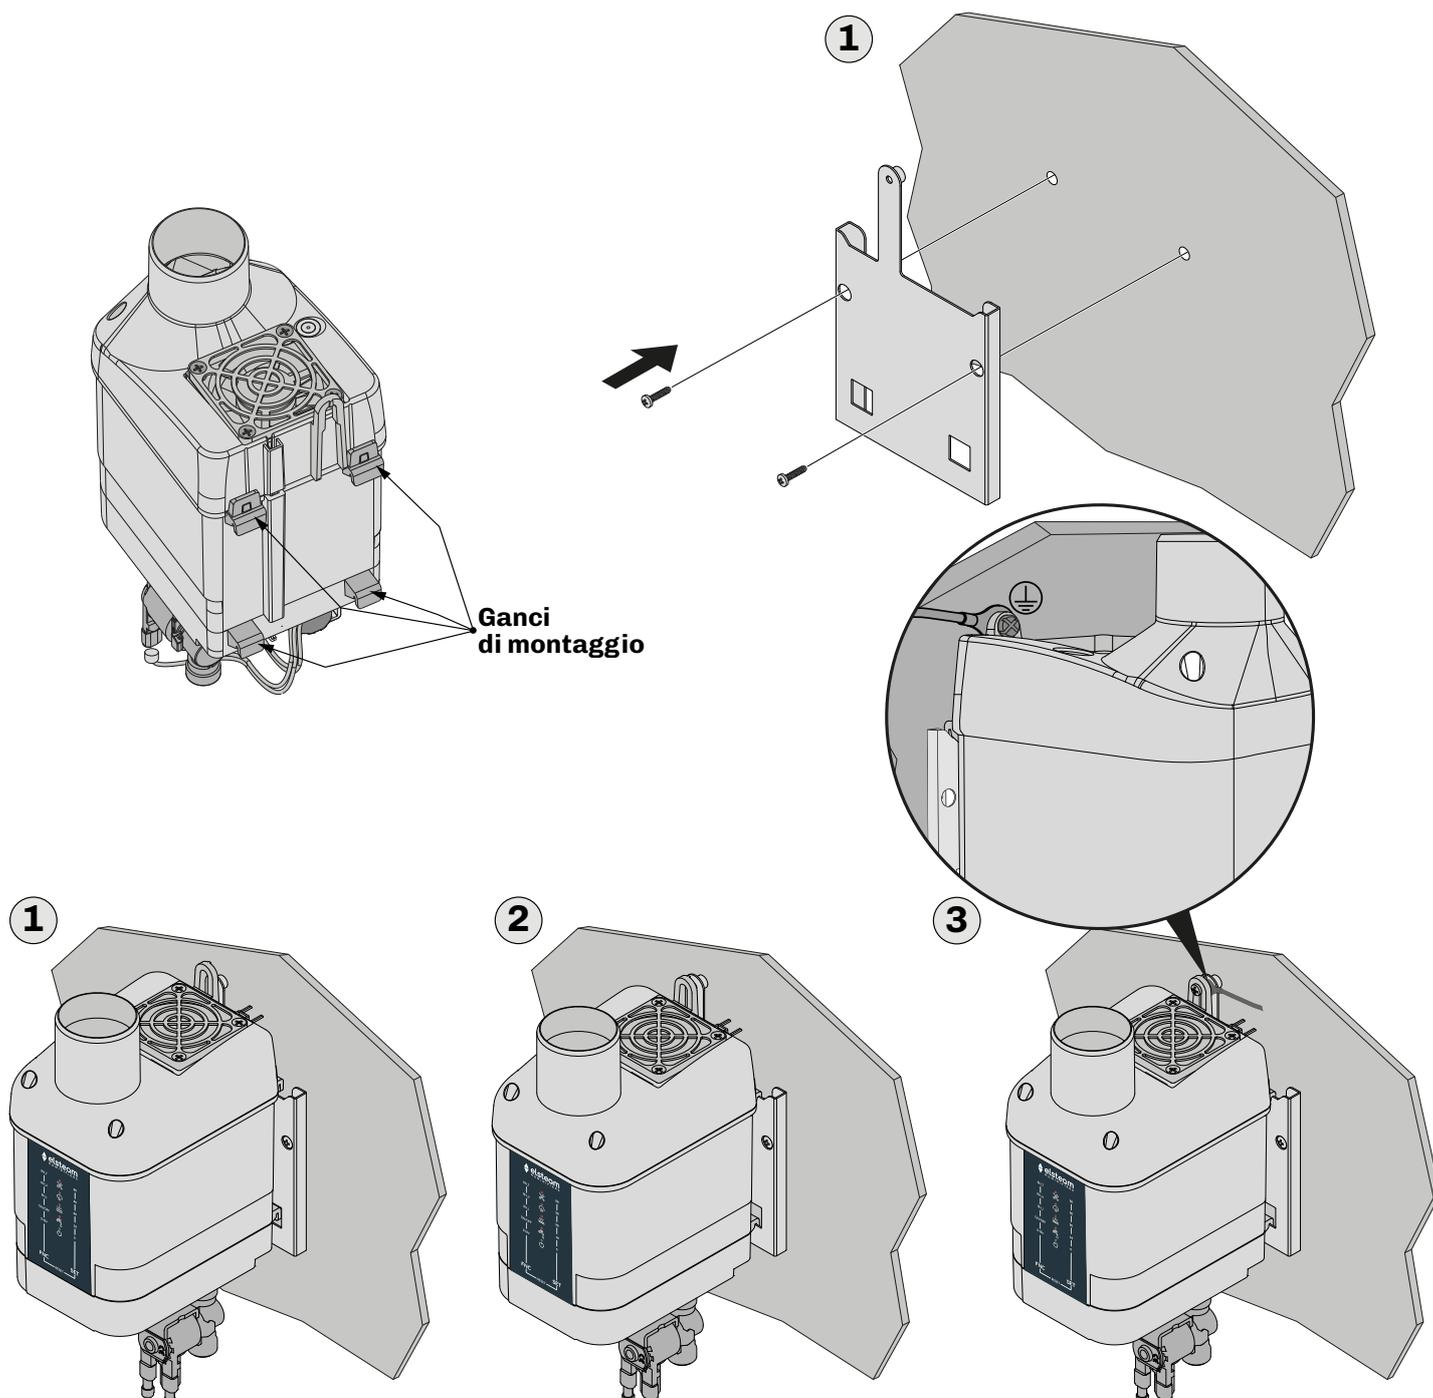

Fig. 8. Istruzioni di montaggio con staffa di supporto
- Fissare la staffa di supporto al muro seguendo le istruzioni riportate nell'immagine **"FIG. 8. ISTRUZIONI DI MONTAGGIO CON STAFFA DI SUPPORTO"** A PAGINA 22 e le dimensioni dei fori e della staffa riportate nel sottocapitolo **"4.5.1 DIMENSIONI STAFFA DI SUPPORTO"** A PAGINA 21 (1);
- Agganciare l'umidificatore **Mistral** alla staffa, assicurandosi che sia ben fissato (2);
- Fissare l'umidificatore alla parete, in cui è montata la staffa di supporto, ed il collegamento della messa a terra utilizzando una vite **M4** a testa piatta, adeguata alla parete di fissaggio (3).